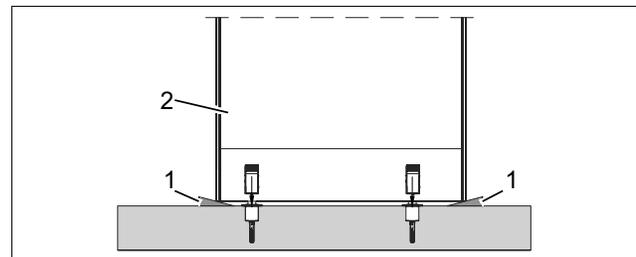

Abb. 37 Faltsflügel verkeilen
1. Frontfeststellerknopf am Faltsflügel (Abb. 37/2) auf die Exzenterbuchse ausrichten. Anschließend den Faltsflügel auf beiden Seiten verkeilen (Abb. 37/1), um den Faltsflügel zu fixieren.